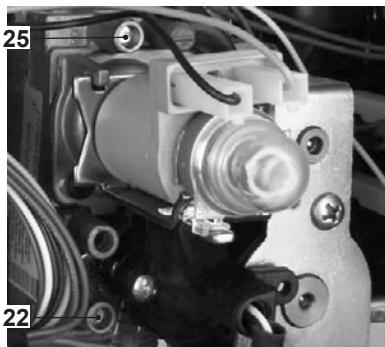

Fig. 7.1
- A caldaia spenta (fuori servizio), controllare la pressione di alimentazione utilizzando la presa 22 in Fig. 7.1 e confrontare il valore letto con quelli riportati nella tabella Pressioni di alimentazione gas nella sezione "Dati tecnici" pag. 22.
- Richiudere bene la presa di pressione 22 in Fig. 7.1.
- Aprire la presa di pressione 25 in Fig. 7.1 e collegare un manometro.